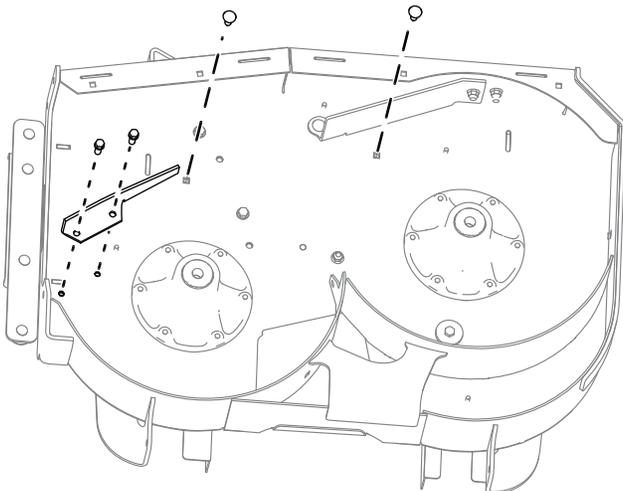

Рисунок 2
- Отверните 2 болта с гайками, которые крепят направляющее ограждение к деке, и снимите ограждение (Рисунок 2).